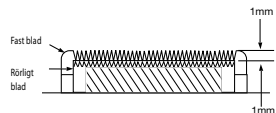

Bild. 4
- Sätt tillbaka originalskruvarna och skruva fast dem lätt. Justera sedan båda bladen, punkt för punkt, enligt vad som visas i bild 4 nedan.